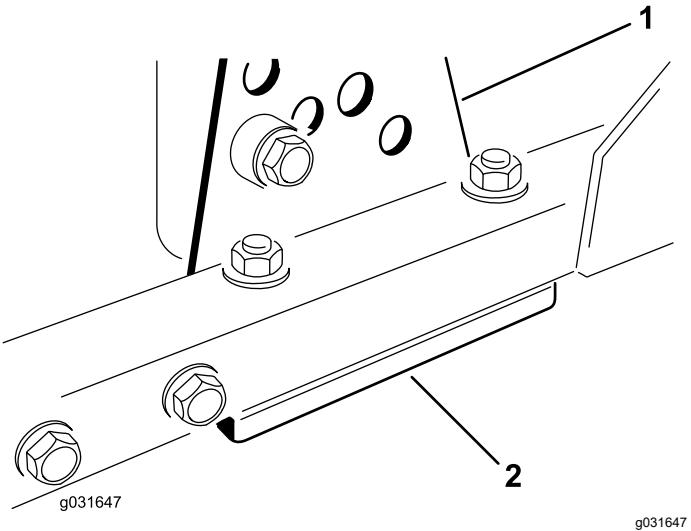

Рисунок 71
- Снимите кронштейн высоты скашивания (передний, левый или правый) с рамы режущего блока (Рисунок 71).
- Установите регулировочные прокладки толщиной 1,5 мм и/или 0,7 мм между рамой режущего блока и кронштейном, чтобы получить необходимую настройку высоты скашивания (Рисунок 71).
- Установите кронштейн высоты скашивания на раму режущего блока, используя оставшиеся регулировочные прокладки, установленные под кронштейном высоты скашивания (Рисунок 71).